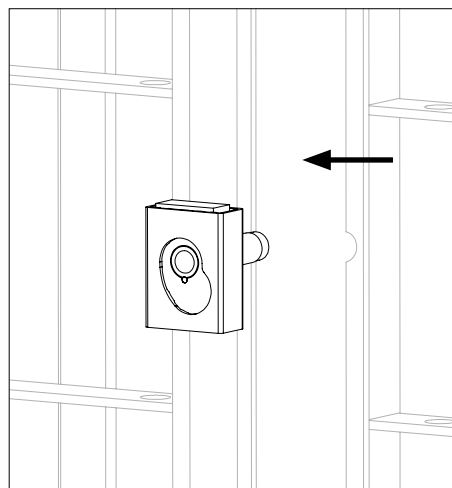

Fig. A6.08
4. Con l'aiuto di una seconda persona, posizionare e mantenere fermo il telaio parete UNO Plus successivo sulla destra. (Fig. A6.08 + A6.09)